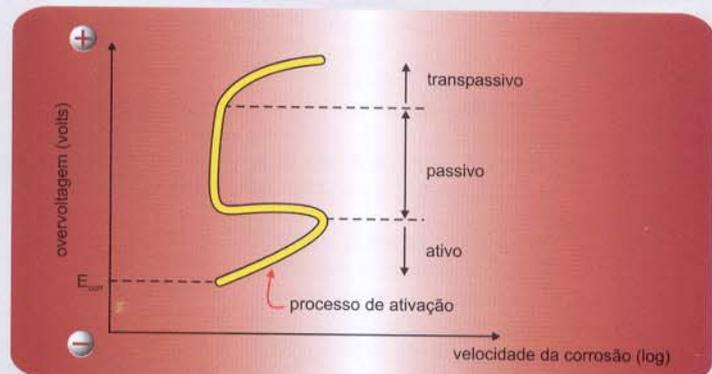

Figura 7 - Curva típica da overvoltagem anódica do aço.
3. O estado passivo do aço é instável e sujeito a transição para o estado ativo. Sua velocidade de dissolução anódica (curva anódica) é por ativação e aumenta a medida em que o potencial torna-se mais positivo. Observa-se um aumento linear até o início da overvoltagem de concentração, formando aí uma espécie de nariz (figura 7). A medida em que a voltagem toma a direção positiva, verifica-se um queda acentuada na velocidade da corrosão, devido a deposição de um filme de corrosão, passivo e insolúvel. Nesta região passiva, a pequena velocidade da corrosão é independente da voltagem atuante, como mostra a reta vertical. A partir de um certo ponto, o estado de passividade dá lugar a um novo estado de corrosão atuante.